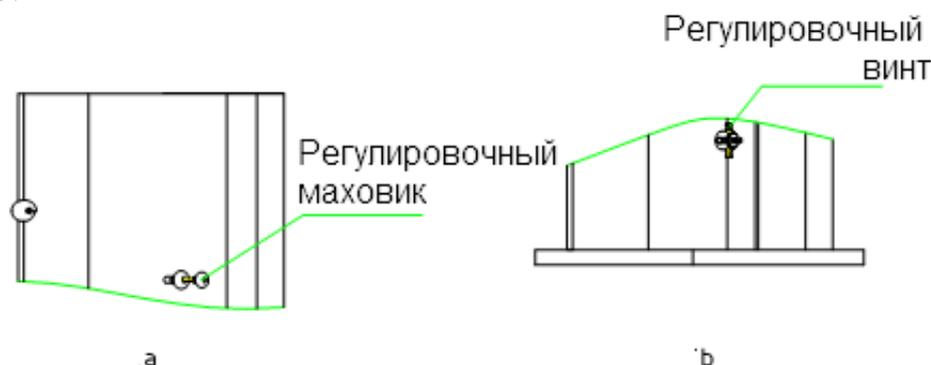

Рис. 4
2. Сначала необходимо установить пилу на верхний шкив. Поверните рукоятку так, чтобы слегка натянуть пилу. Убедитесь в том, что зубья пилы направлены в сторону пиления, а пила проходит между двумя направляющими. Поверхность пилы будет расположена на расстоянии порядка 5мм от стороны шкива. Сторона шкива будет находиться в той же плоскости. Для проверки положения проверните шкив рукой. Если положение не является корректным, воспользуйтесь регулировочным винтом, расположенным в задней части опоры оборудования. См., Рис. 4 а. Либо воспользуйтесь винтом, см., Рис. 4 б.